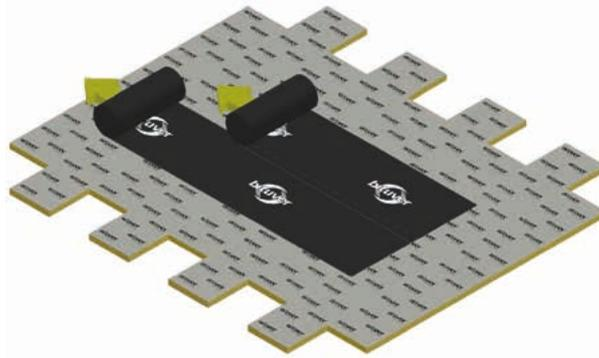

Figura 2
- > Elementi termoisolanti posati con vincolo d'incollaggio, sotto elemento di tenuta posato anch'esso con vincolo d'incollaggio o fissaggio meccanico, devono essere posati con lati lunghi sfalsati di circa mezzo pannello termoisolante a "quinconce" e con direzionalità perpendicolare a quella dei teli delle membrane impermeabili (figura 2);